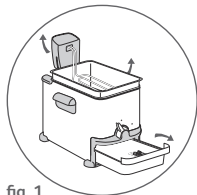

fig. 1
- La freidora es fácil de manejar y desarmar (fig. 1).
- La freidora se puede desmontar completamente (fig. 1). Retire la tapa. Retire la canasta para freír, la unidad de control y el recipiente. Retire la bandeja de aceite colocando el botón de control de la Bandeja de aceite en la posición Oil box (Bandeja de aceite).